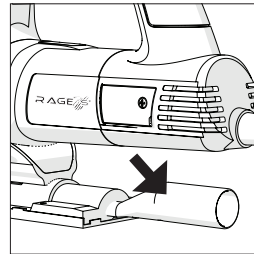

Abb. 7
- Das Staubabsaug-Adapterrohr wenn montiert entfernen und für den späteren Wiederaufbau sicher aufbewahren. **(Abb. 7)**